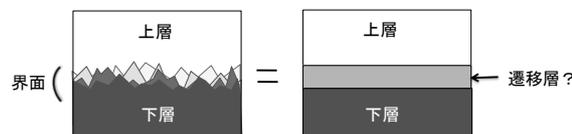

図 1-2 切断面試料の奥の凹凸の重なり。遷移層があるように見える
- ・切断試料も厚さがあるので、断面の最表面からの信号だけでなく少し深いところからの信号も検出する。よって断面から見て試料の奥行き方向の界面付近の情報が重なる。もし厚さ方向に不均一であれば厚さ方向の平均値となり、あたかも界面層、あるいは遷移層があるように見える場合がある（図 1-2）*3。